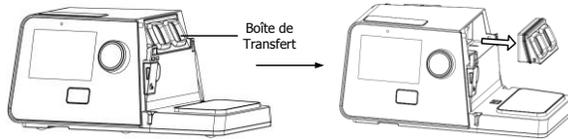

Fig. 18-2
(1) **Retrait de la Boîte de Transfert:** Retirez d'abord la chambre d'eau depuis l'appareil, puis retirez la boîte de transfert, comme illustré sur la Fig. 18-2.